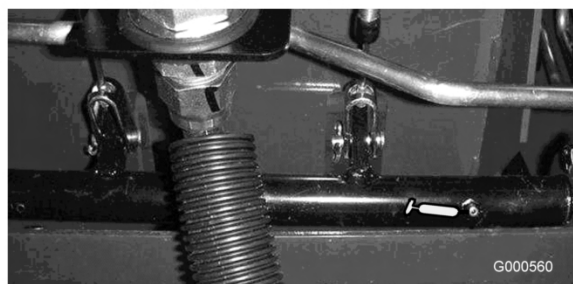

Figura 22
- Cojinetes del pivote del eje de freno (5) (Figura 22)